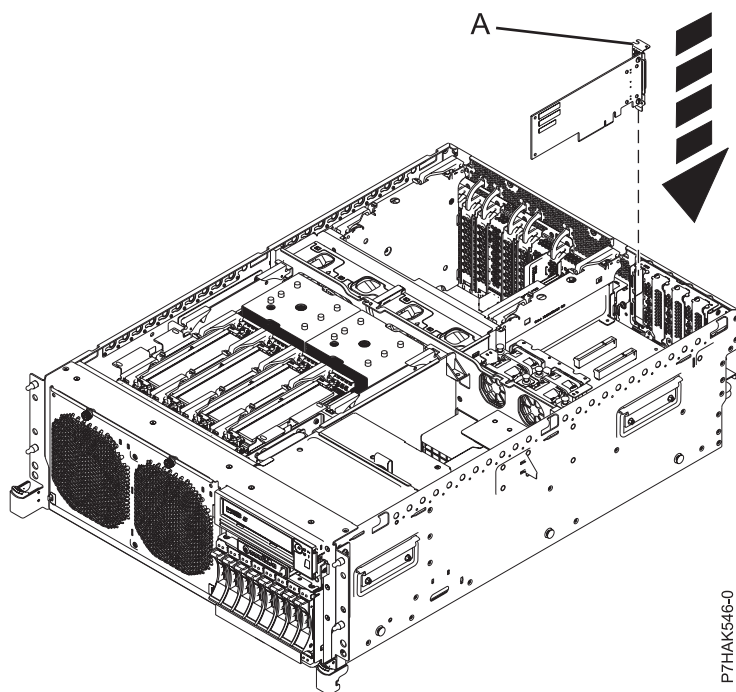
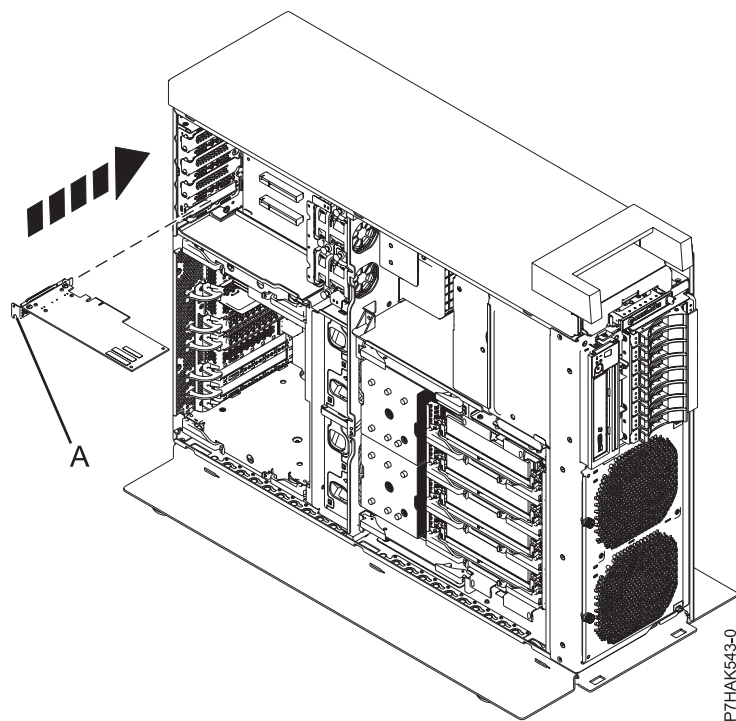

Abbildung 4. PCI-Adapter in Erweiterungsriserkarte eines Einschubsystems installieren
Abbildung 5. PCI-Adapter in der Erweiterungsriserkarte eines Standalone-Systems installieren
18. Wenn Ihr System über eine Erweiterungsriserkarte verfügt, können Sie den flachen PCI-Adapter in den Steckplatz einsetzen, indem Sie ihn am Haltesteg **(A)** in Position bringen und danach den Adapter in den Steckplatz drücken, wie hier Abb. 4 auf Seite 7 und hier Abb. 5 auf Seite 7 gezeigt.